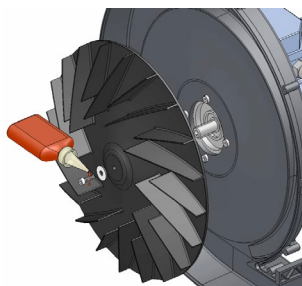

FIGURA 4
2. Fijar el impulsor Ø310 al eje del motor eléctrico mediante tornillo Allen nº1 M5 UNI 5931 y arandela UNI 6593 (tornillos suministrados). Apriete a un máximo. par de 8Nm. Recomendamos utilizar un bloqueador de roscas en el tornillo para un bloqueo más efectivo (Loctite 270 o similar) (FIGURA 4);